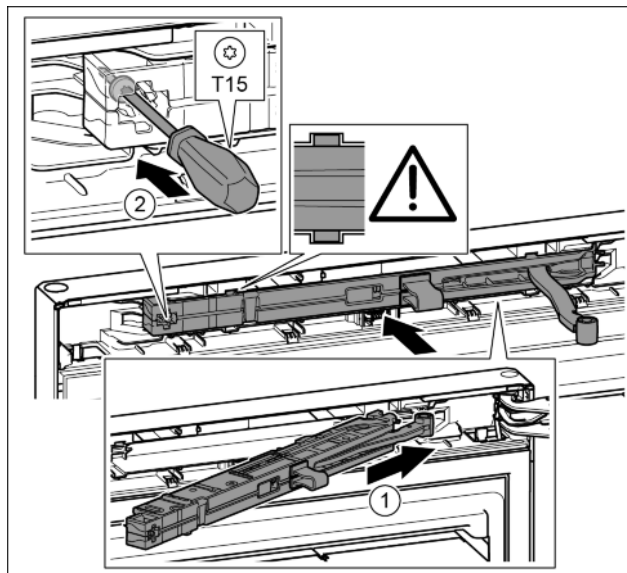

Fig. 48
- Jednotku tlumiče zavírání na straně stojanu ložiska zasuňte až na doraz šikmo do výklenku. Fig. 48 (1)
- Šroubovákem T15 pevně utáhněte šroub. Fig. 48 (2)